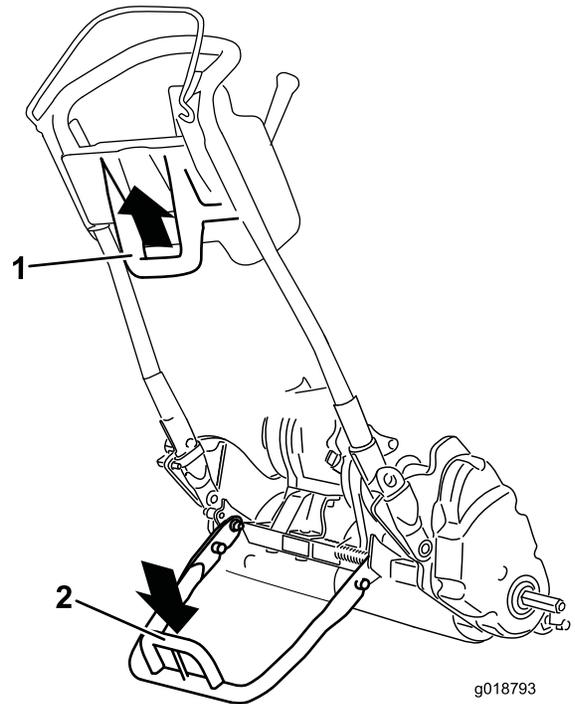

图28
- 要使用支撑架安装行走轮，首先应将支撑架放到地面上，踩下支撑架环，并向上向后拉中下部手柄（图28）。